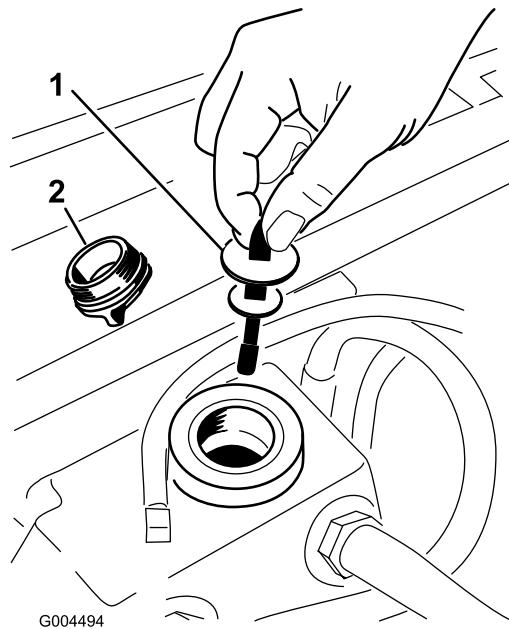

Figura 68
3. Retire el tapón de llenado de aceite hidráulico (Figura 68) del cuello de llenado.
4. Retire la varilla y límpiela con un paño limpio (Figura 68).
5. Introduzca la varilla en el cuello de llenado; luego retírela y verifique el nivel del aceite (Figura 68). Si el nivel no está entre las muescas de la varilla, añada suficiente aceite hidráulico de alta calidad para que llegue a la zona de las muescas. **No llene demasiado.**